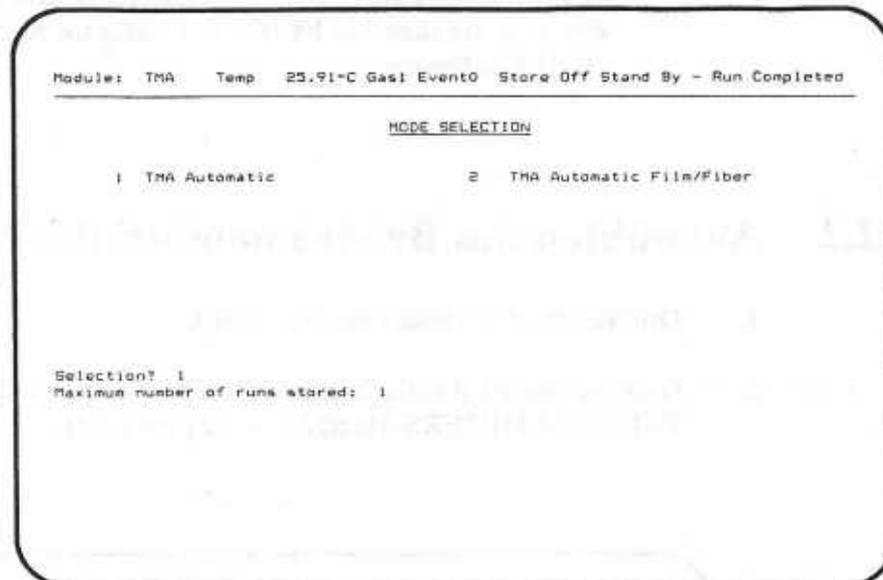

Bild 33
3. Drücken Sie F4 (Select Mode). Eine Liste der verfügbaren Betriebsmodi (Abb. 33) erscheint auf dem Bildschirm.